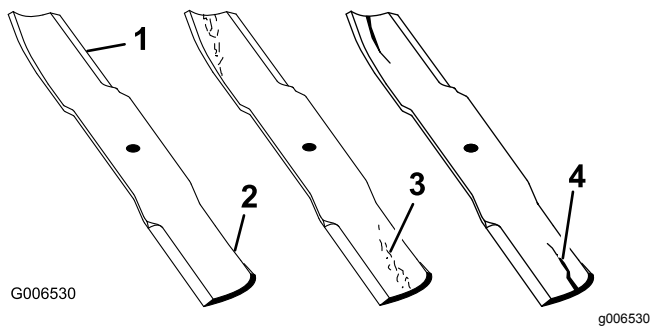

Figure 28
2. Examinez attentivement les tranchants de la lame, particulièrement au point de rencontre de la partie plane et de l'ailette (Figure 28). Le sable et les matières abrasives peuvent éroder le métal à cet endroit, c'est pourquoi il est important de contrôler l'état de la lame avant d'utiliser la machine. Remplacez la lame si elle est usée (Figure 28) ; voir Dépose et pose des lames (page 22).
Si la lame est trop usée, une entaille se forme entre l'ailette et la partie plane (Figure 28). La lame peut alors se briser et un morceau être projeté du dessous de la machine, vous blessant gravement ou une personne à proximité.